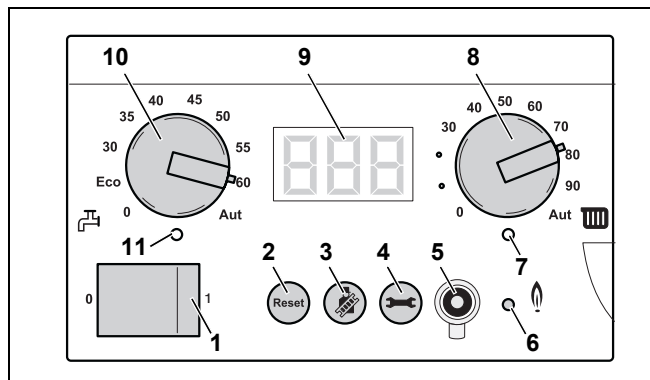

Fig. 93 Controler de bază BC10
- Specificați cu butonul rotativ "Apă caldă-valoare nominală" (Fig. 93, **Poz. 10**) temperatura dorită a apei calde în rezervorul de apă caldă (vezi Tab. 17).